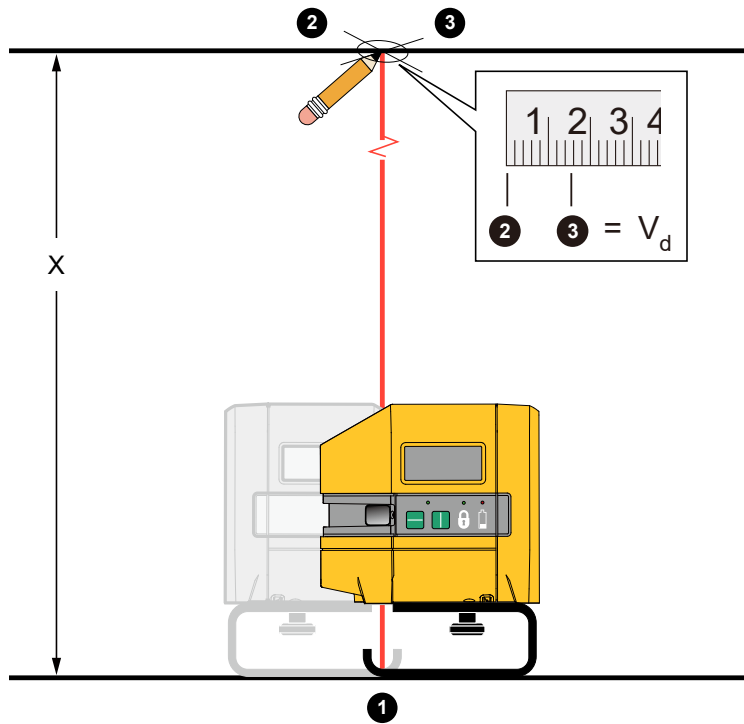

Figura 9. Precisão do prumo
- 2. Faça uma cruz no fundo desse local. ❶
- 3. Centralize o ponteiro do laser para baixo em ambos os eixos da marcação cruzada. Veja a Figura 9.